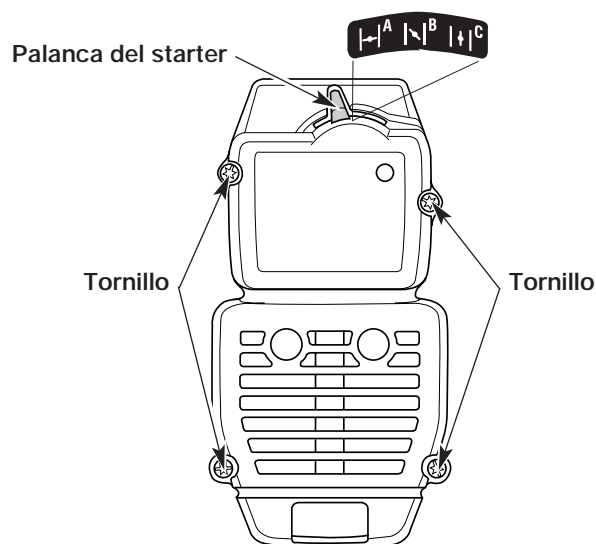

Fig. 21
1. Coloque la palanca del starter en posición intermedia (B).
**OBSERVACIÓN:** La palanca del starter debe estar en posición intermedia (B) (Fig. 21) para que se pueda retirar el cárter del filtro de aire/tubo de escape.
2. Retire los cuatro tornillos que sujetan el cárter del filtro de aire/tubo de escape (Fig. 21). Para ello, utilice un destornillador de hoja plana o con cabeza Torx N° T20.
**OBSERVACIÓN:** La palanca del starter debe estar en posición intermedia (B) (Fig. 21) para que se pueda reinstalar el cárter del filtro de aire/tubo de escape.
2. Inserte los cuatro tornillos en los orificios del cárter del filtro de aire/tubo de escape (Fig. 21) y ajústelos. Para ello, utilice un destornillador de hoja plana o con cabeza Torx N° T20. No los ajuste demasiado ni los fuerce.